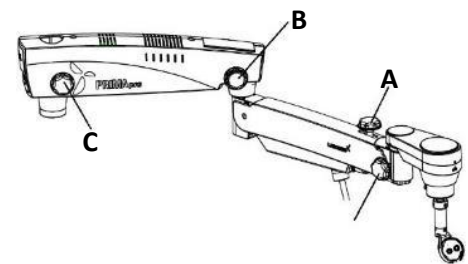

Abb. 38
Durch Drehen im Uhrzeigersinn wird der Knopf in Abb. 38 als (C) angezeigt.
Dieser in Abb. 38 als B dargestellte Knopf arretiert die Drehbewegung des Aufhängungsarms in der gewünschten Position, indem er im Uhrzeigersinn gedreht wird.
Dieser in Abb. 38 als A dargestellte Knopf arretiert die AUF-/AB-Bewegung des Aufhängungsarms in der gewünschten Höhe, indem er im Uhrzeigersinn gedreht wird.